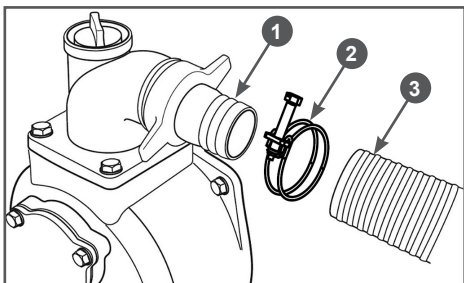

Рис. 13. Установка напорного рукава
6. Наденьте до упора напорный рукав 3 на патрубок 1 и зафиксируйте его хомутом 2 (Рис. 13).